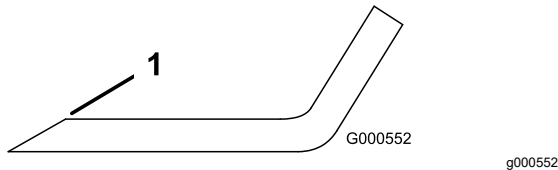

Figura 69
1. Utilize uma lima para afiar a aresta de corte em ambas as extremidades da lâmina (Figura 69).
Nota: Se lâmina não estiver equilibrada, lime algum metal da extremidade da aba apenas (Figura 69).